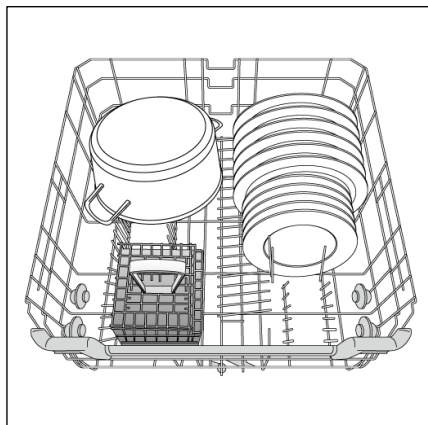

Abb.4
• AQUASTOP (Abb. 4):
Eine Standardbeladung für tägliches Spülen ist in den Abb. 4 dargestellt.
Ein Beispiel für die Positionierung des Besteckgestells ist in Abb. 4 dargestellt.